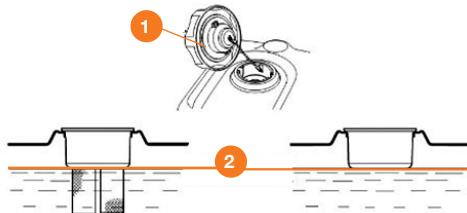

Рис. 13
При низком уровне топлива долейте его до установленного уровня ②. После заправки топливного бака надежно затяните пробку заправочной горловины ① (Рис. 13). Используйте только чистый, свежий не этилированный бензин АИ-92.